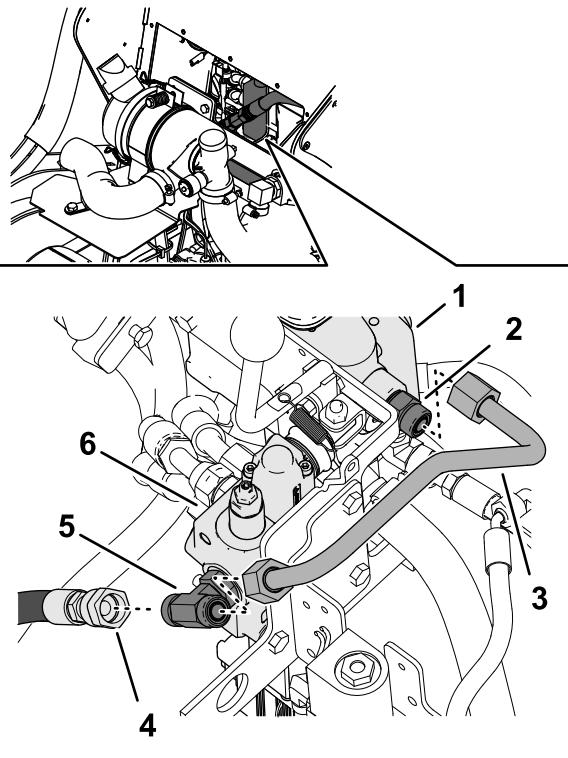

Figure 8
1. Déposez et mettez au rebut le tube court, comme montré à la Figure 8.
3. Débranchez le flexible de pompe du raccord en T et bouchez le flexible (Figure 8).